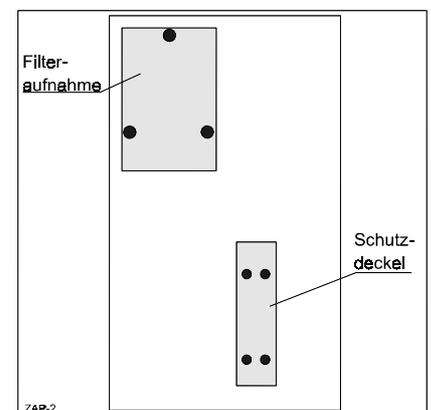

Bild 7-4
3. Schutzdeckel an der Rückseite des Gerätekopfes abschrauben (Bild 7-4).
4. Filteraufnahme abschrauben (Bild 7-4) – nur megatap II.